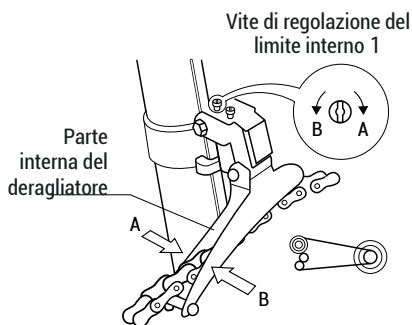

Figura 2
A Posizionate la catena, il cambio e il deragliatore in modo che la catena si trovi sulla corona anteriore piccola e sul pignone più grande e regolate la vite (1) della figura 2 finché la catena non si avvicina al massimo alla parte interna del deragliatore senza arrivare a toccare, girando le pedivelle.
D Se la catena esce dalla corona quando si passa al pignone più piccolo, regolate la vite 1/2 della figura 2 ruotandola di 1/4 di giro in senso orario. Quando passate alle posizioni intermedie, se notate che il deragliatore è rumoroso o che la catena non passa agevolmente da una corona all'altra, agite sul regolatore di tensione situato sulla manopola sinistra del manubrio per ottenere una regolazione perfetta.